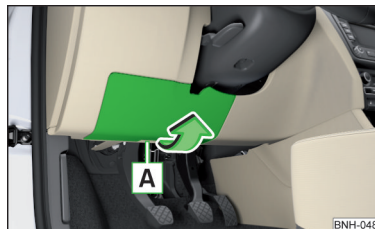

Abb. 149
- Die Abdeckung des Sicherungskastens im Bereich **A** fassen und in Pfeilrichtung abnehmen » Abb. 149.